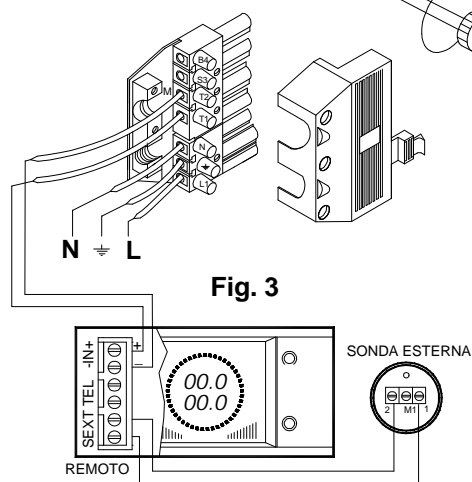

Fig. 3
- Effettuare i collegamenti (fig. 3) facendo attenzione al collegamento fase-neutro;